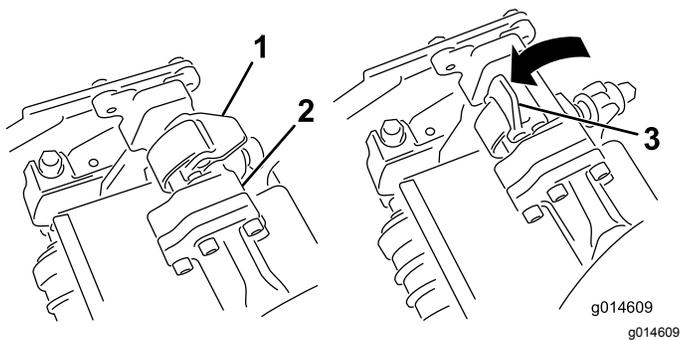
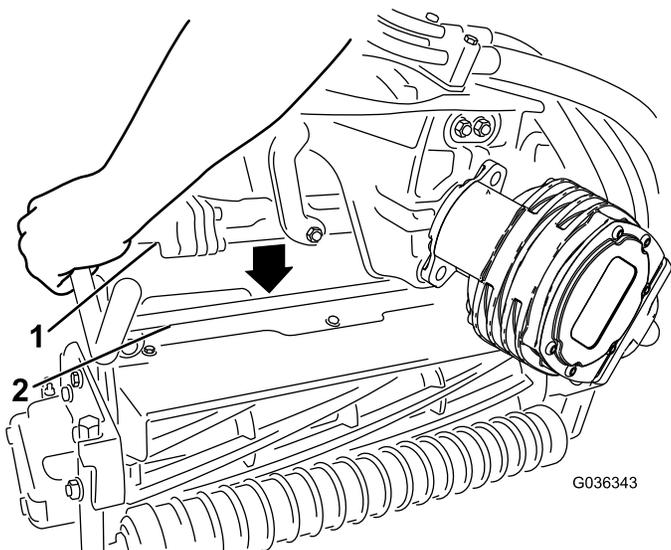

Рисунок 49
Рисунок 50
4. Когда защелки на штанге рычага подвески направлены вверх (т.е. открыты) (Рисунок 49), нажмите на рычаг подвески так, чтобы штанга села на поперечный стержень наверху режущего блока (Рисунок 50).
5. Опустите защелки и поверните вокруг стержня режущего блока и заблокируйте их (Рисунок 49).
- Откройте защелки на штанге рычага подвески режущего блока, который необходимо снять (Рисунок 49).